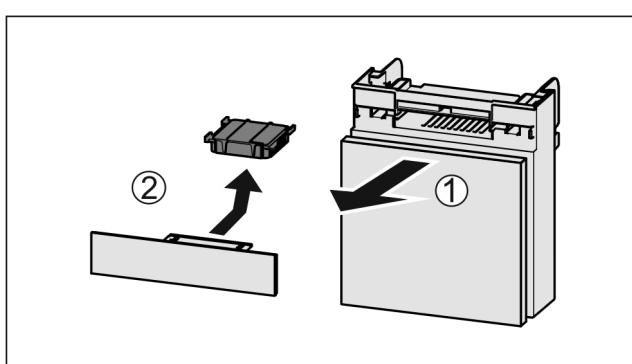

Fig. 38
- Вытянуть Fig. 38 (1) отделение движением вперед.
- Извлечение Fig. 38 (2) фильтра с активированным углем.